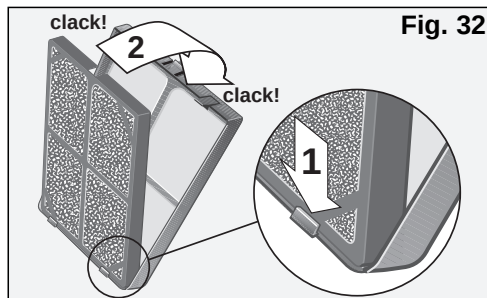

Fig. 32
- Introduisez le filtre purificateur + positionneur dans le filtre de base comme indiqué dans la **Fig. 32**, en tenant compte que vous devrez en premier lieu l'emboîter dans les crochets inférieurs.